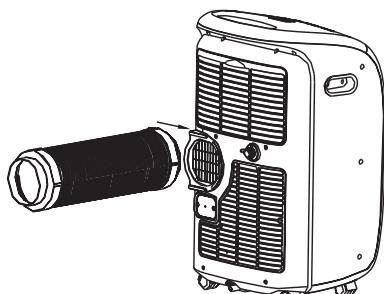

Fig. 18
2. Inserire il tubo di scarico nell'apertura esterna dell'aria in direzione della freccia. (Consultare la Fig. 18).